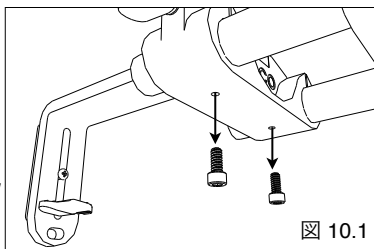

図 10.1
1. 図10.1に示すように、スレッドの下にあるキャップスクリュー2本を緩めます。